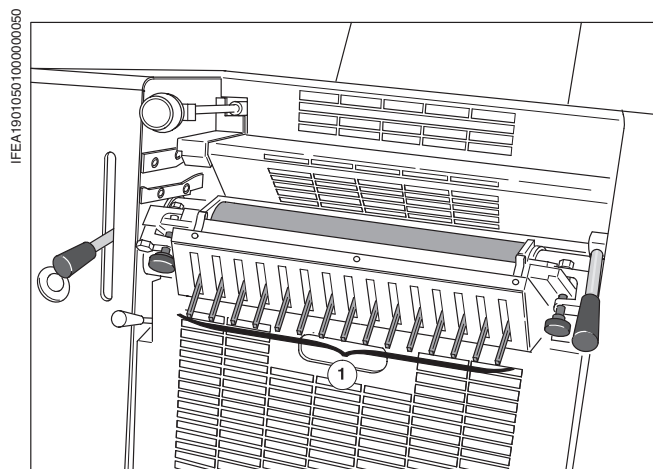

Рис. 9 Рычажки красочных зон
Толщина слоя краски на дукторе регулируется с помощью 15 зональных рычажков (Рис. 9/①). С помощью разделенного на зоны красочного ножа можно настраивать отдельные зоны без побочных эффектов.
- ① Настройку производить при максимально возможном ходе дуктора. (Рычаг хода дуктора вверх).
- ② Отрегулировать зональные рычажки в соответствии с необходимым **расходом краски на печатное изображение**.